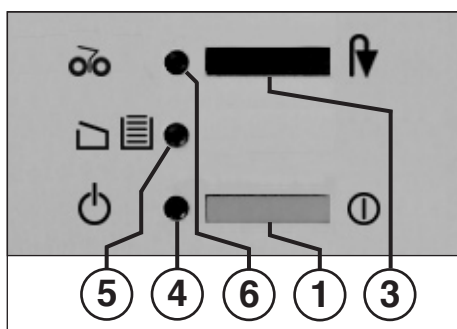

Fig. 1
#### 1 = Interruptor (Fig. 1)
#### 3 = Botão (Fig. 1)
#### 4 = Luz de controlo (Fig. 1)
Acende quando o interruptor „Pronto a funcionar“ (Fig. 1) estiver ligado.
#### 5 = Luz de controlo (Fig. 1)
#### 6 = Luz de controlo (Fig. 1)
- Ligar a máquina no interruptor (1) (Fig. 1). A luz de controlo (4) (Fig. 1) acende.
A máquina desliga-se quando o recipiente de recolha está cheio. A luz de controle „Recipiente cheio“ / „Porta aberta“ (5) (Fig. 1) **pisca**. A paragem do mecanismo de corte é indicada simultaneamente pela luz de controle “Bloqueio de papel” / “Stop” (6) acesa.
- Inserir o quadro correção com o saco de recolha, e fechar a porta. A indicação de controlo (5) (Fig. 1) apaga-se.
- Tocar brevemente no botão „Inversão“ / „Stop“ (3). O mecanismo de corte corta o material que ficou no compartimento de admissão e desliga-se em seguida. A luz de controle (6) apaga-se. O corte já pode prosseguir.